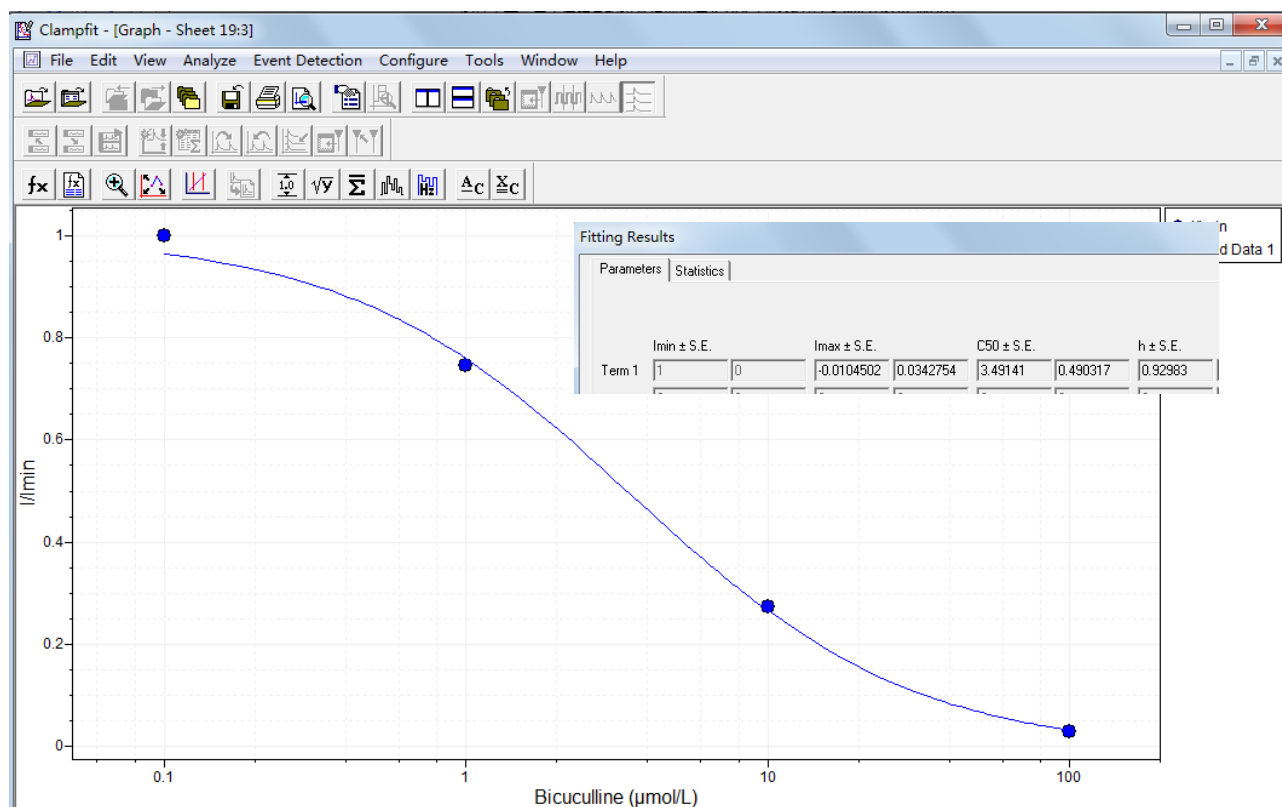

图 26. Clampfit 制作的 Bicuculline 抑制 GABA 电流的量效曲线
(3) 选择 View/Axis Type/Log-Linear, 将 X 轴 Bicuculline 浓度改为对数形式。
(4) 打开 Analyze/Fit 窗口, 选择 “Hill (4 parameter logistic)” 方程, 将 Imin 设为 1, 进行拟合, 得到  $IC_{50}=3.5 \mu\text{mol/L}$  和  $h=0.93$  (图 26)。